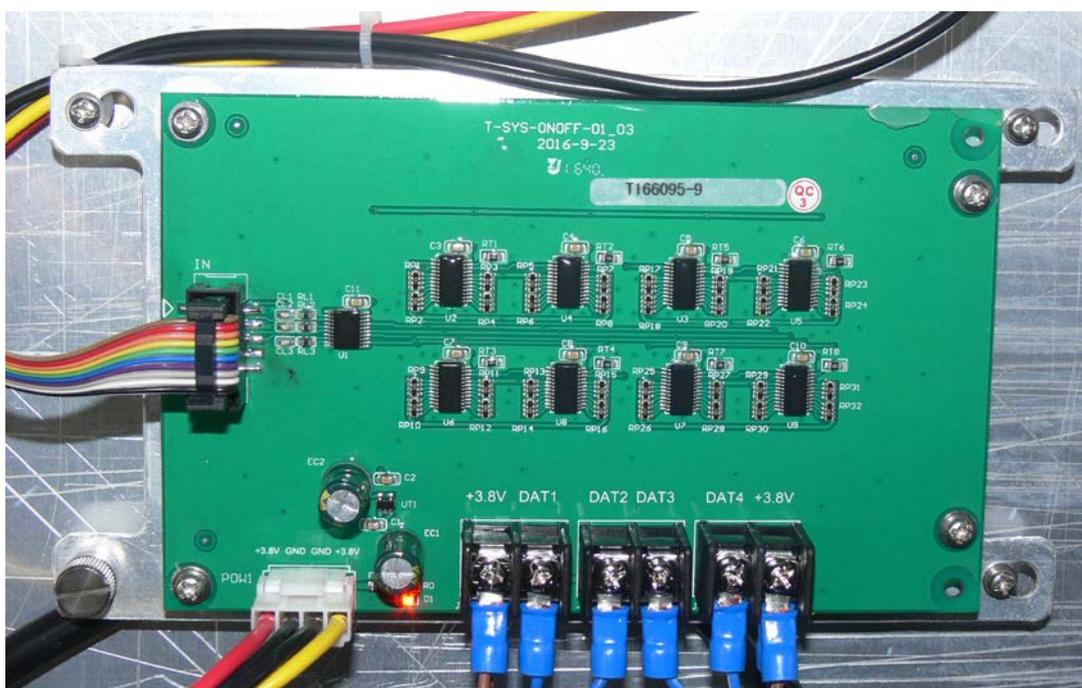

Рис.3. Узел коммутации светодиодов окружности T-SYS-ONOFF-01_03
1.4.2 Узел коммутации светодиодов окружности Т-SYS-ONOFF-01_03 под управлением контроллера YHT-SYS-STM32-05 обеспечивает включение/выключение и регулировку яркости свечения цепочек светодиодов, образующих окружность (см. рис.3).